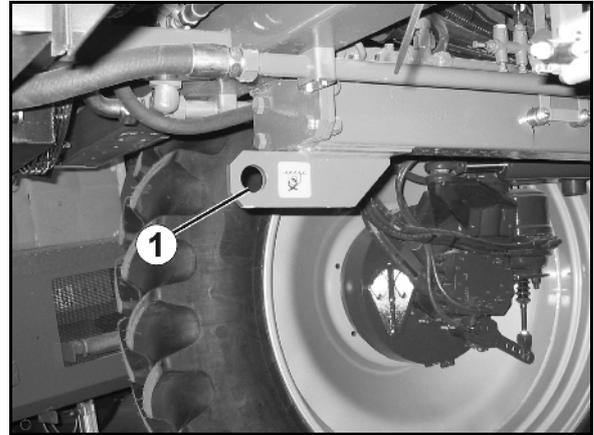

Fig. 3
- Ein Zurrpunkt vorn (Fig. 3/1)